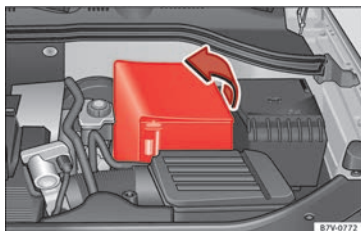

Fig. 250 En el vano motor: despliegue la cubierta de la batería del vehículo.
- *En el caso de una cubierta:* retire la cubierta desplegándola hacia un lado » **fig. 250.**